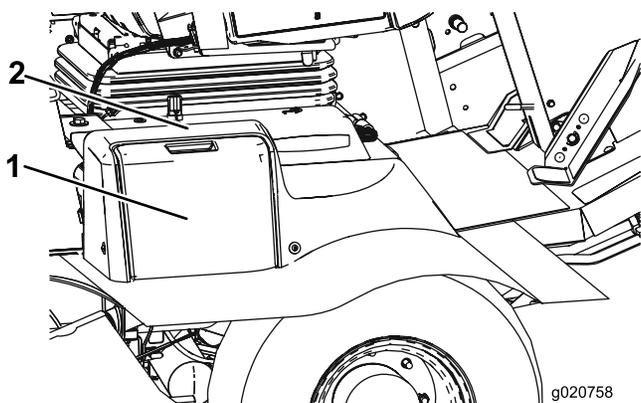

Figura 52
1. Aprite il coperchio della batteria (Figura 52). sul lato della copertura.
Nota: Premete sulla superficie piatta sopra il coperchio della batteria per facilitare la rimozione del coperchio (Figura 52).